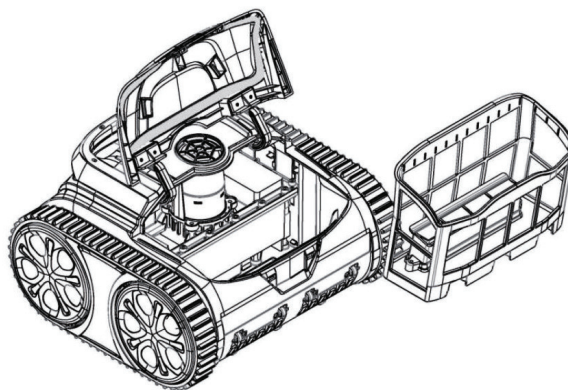

Рисунок 4-3
4.3.2 Выньте корзину фильтра из робота (рисунок 4-3).